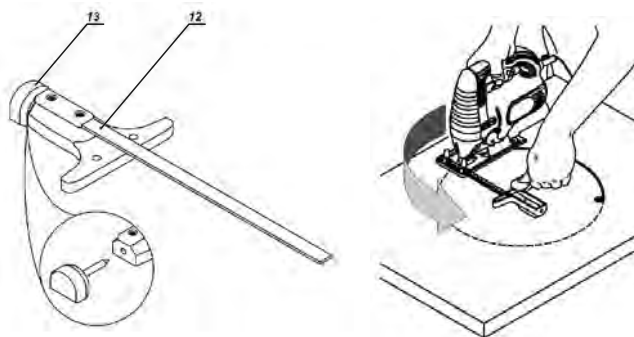

fig.4 - desenho demonstrativo do corte circular
A barra guia para cortes paralelos/circulares (12) e pino de centro (13), permitem fazer cortes circulares com o raio desejado, fig.4.
- O pino de centro (13) deverá ser colocado na barra guia (12), fig. 4.
- Mova a barra guia (12), de maneira que determine o raio do corte.
- Coloque o pino de centro (13) no furo central e comece o corte movendo o aparelho através do círculo.